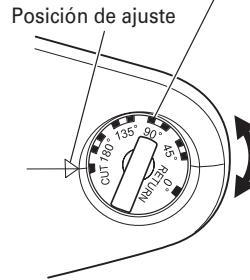

Fig. 6
- (1) Gire la palanca en la dirección de la flecha y abra la cubierta.
- (2) Ponga el dial de ajuste en la posición de corte ("Cut"). (Gire el dial de ajuste completamente en el sentido de las agujas del reloj). (Fig. 6)